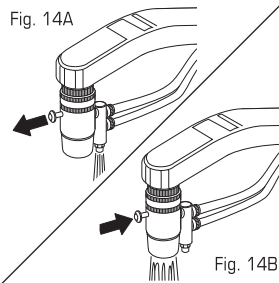

Fig. 14B
- Si el perno está adentro** - El agua está SIN filtrar (Fig. 14B).